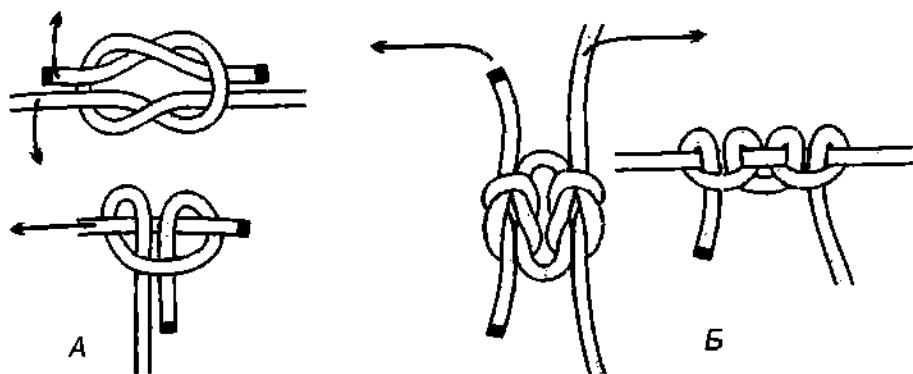

Рис. 802. Быстрый способ развязывания: А – *прямого узла*; Б – двух *прямых узлов*.
**Прямой узел** состоит из двух полуузлов, завязанных последовательно один над другим. Чтобы развязать **прямой узел**, необходимо коренной и ходовой концы одной из сторон потянуть в разные стороны так, чтобы узел деформировался. После этого **прямой узел** превращается в **коровий узел**, который легко снимается с ходового конца (рис. 802 А).
Даже если связать оба конца несколькими *прямыми узлами*, они всё равно могут быть быстро развязаны, так как узел чрезвычайно легко выворачивается (рис. 802 Б).